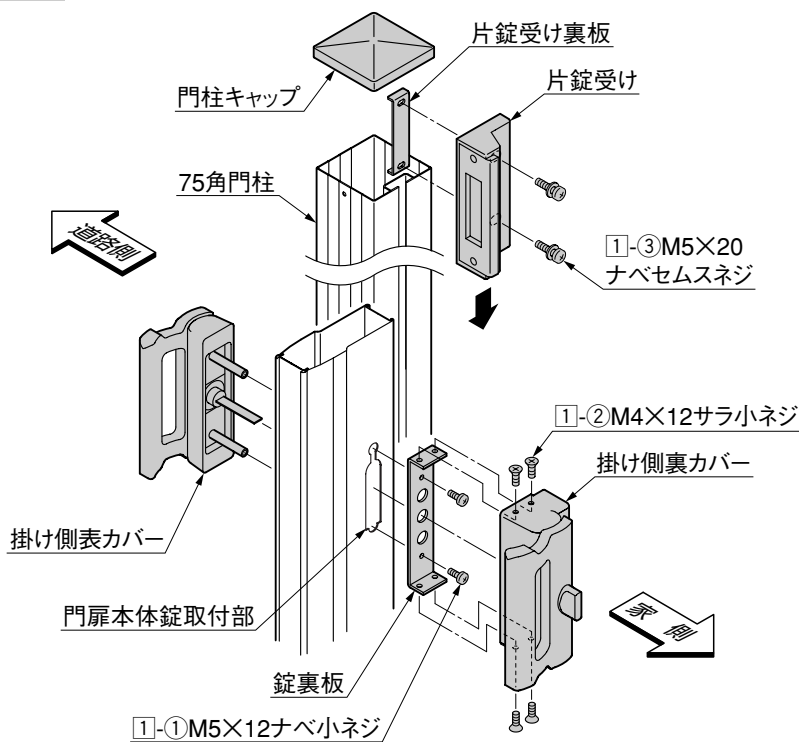

図3-3
- 1 図3-3にしたがって、門扉に錠を取付けてください。
- 2 片錠受けを門柱に①-③で取付けてください。